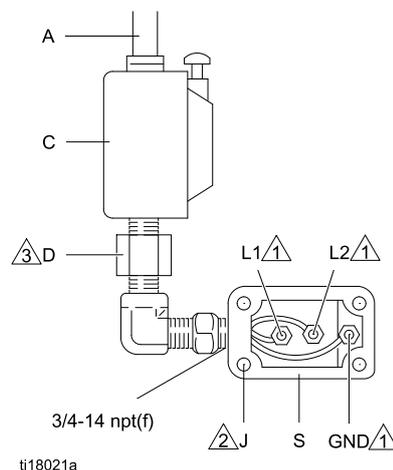

Figure 3 Подключение проводов питания, Однофазные
Для США и Канады необходимо проложить уплотнение кабелепровода (D) на расстоянии 457 мм (18") от двигателя. См. рис. 3.
2. См. рис. 3 и 4. В непосредственной близости от оборудования установите на линию подачи электропитания (А) устройство управления пуском и остановом (С). Устройство управления пуском и остановом должно быть одобрено для использования в опасных зонах.
3. Откройте электрический отсек (S) на двигателе.
Примечания к рис. 3 и 4
1. Подключите провод заземления питания к электрическому компоненту. См. рис. 3 и 4.